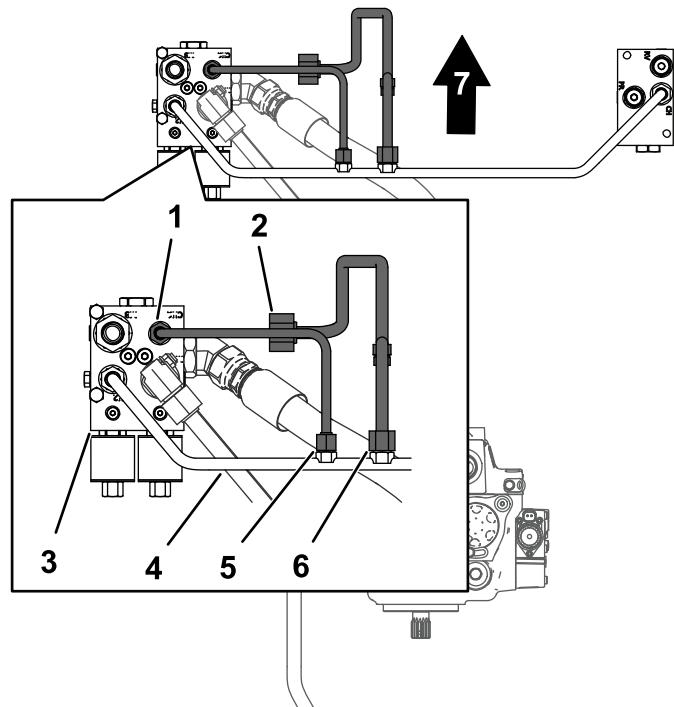

Bild 10
1. Bereiten Sie den Hydraulikfilterschlauch vor, die Sie in Abnehmen des Querohrs \(Seite 4\) aufbewahrt haben. Flüchten Sie die Schlauchmutter für den Hydraulikfilterschlauch mit dem Anschlussstück im Querverteilerrohr aus, siehe Bild 10.
3. Flüchten Sie die Schlauchmuttern für den Verteilerschlauch mit den Anschlussstücken im Querverteilerrohr und im Mengenteilverteiler aus (Bild 10).